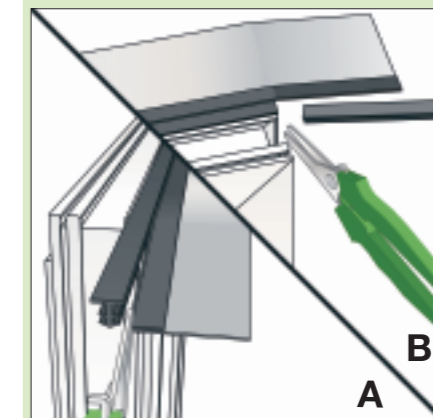

Bild 7: A) Überstände der Folie an der Keder - Knickkante einschneiden
- Den Keder an der Knickkante an den Überständen der Folie einschneiden und bündig bis zum Fensterrahmen abreißen (Bild 7).